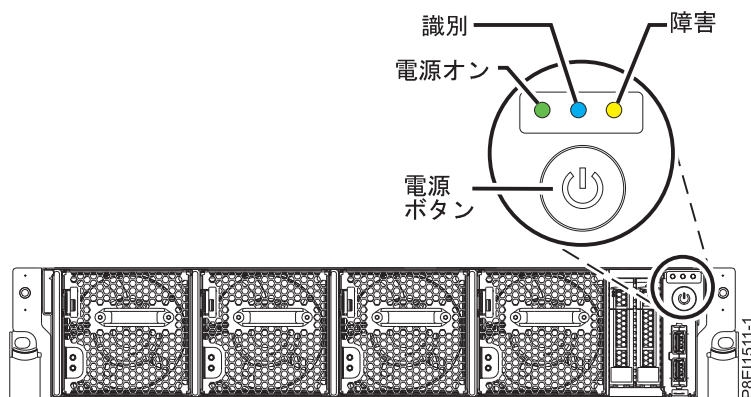

図 38. 電源ボタン
- 電源オン LED (図 38 を参照) が明滅している。ライトが明滅している場合、装置にスタンバイ電源が供給されていることを示します。
3. 図 38 に示す電源ボタンを押します。 パワーオン表示ライトが明滅を停止して点灯したまになり、システムの電源がオンになったことを示します。システムの冷却ファンが高速で作動し、約 30 秒後に運転速度に戻ります。